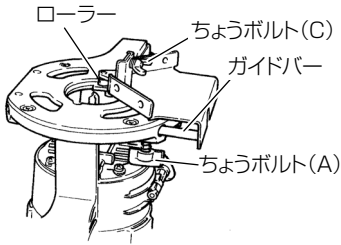
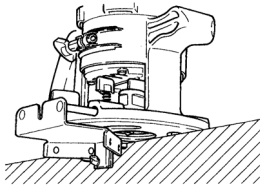

図 15
図 16
- ① ガイドバーをベース穴にさし込みます。
- ② ビットからローラーまでの寸法を調節します。ちょうボルト (A) を締付けます。
- ③ ちょうボルト (C) をゆるめ、ローラーを適切な位置に合わせます。ちょうボルト (C) を締付けます。(図 15) 図 16 のようにご使用ください。